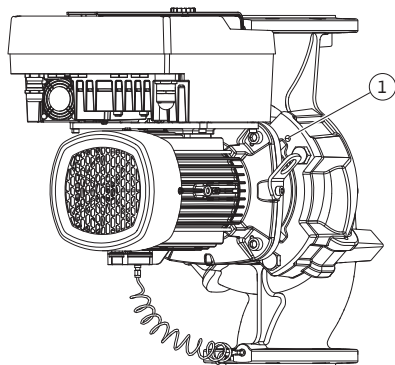

Fig. 14: Siseosakomplekti vajutamine üle keermeavade (olenevalt pumba tüübist)
5. Eemaldage siseosakomplekt (vt Fig. 5) pumbakorpuselt. Olenevalt pumbatüübist (vt Fig. I ... III) on olemas kaks tegutsemisviisi. Keerake pumbatüübil Fig. I poldid pos 29 lahti. Vajutage siseosakomplekt pumbakorpuselt maha. Pumbatüüpide Fig. II ja Fig. III korral kasutage selleks kahte keermeava (Fig. 14, pos 1). Kasutage selleks sobivaid ja kohapeal olemasolevaid polte (nt M10 x 25 mm).
5. Suruge siseosa komplekt (vt Fig. 5) pumbakorpuselt maha. Selleks kasutage kaht keermeava (vt Fig. 14). Istu avamiseks keerake sobiva pikkusega M10 polt keermeavadesse.
7. Keerake kaitsepleki kaks kadumatut kruvi lahti (Fig. II, pos 27) ja eemaldage kaitseplekk.
8. Asetage otsvõti suurusega 27 mm distantsääriku avasse ja hoidke võtmepindadega võlli kinni (Fig. II, pos 16). Keerake tööratnamutter (Fig. II, pos 22) välja. Eemaldage tööratas (Fig. II, pos 21) tõmmitsaga võllilt.
9. Vabastage rõhkude vahe anduri hoideplaat (Fig. I, pos 13) poldi (Fig. II, pos 10) lahtikeeramise teel mootoriäärikult. Rõhkude vahe andur (Fig. I, pos. 8) jätke koos hoideplaadiga (Fig. I, pos. 13) rõhumõõdetetorudele (Fig. I, pos. 7) rippuma. Vajaduse korral lahutage rõhkude vahe anduri ühenduskaabel elektroonikamoodulilt.
11. Vabastage distantsäärik kahe hoovaga tõmmitsaga (universaaltõmmits) mootori tsentrist ja tõmmake võllilt maha. Koos sellega eemaldatakse ka võllitihend (Fig. I, pos. 25). Vältige distantsääriku kaldumist.
12. Kui võllitihend on kahjustada saanud, vajutage võllitihendi vasturõngas (Fig. I, pos. 26) distantsäärikus olevast kinnituskohast välja. Asetage distantsäärikusse uus vasturõngas.